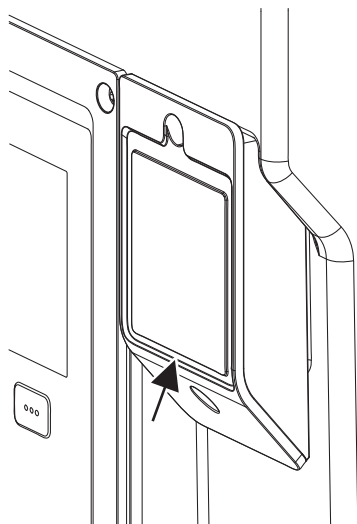

Fig. 27: A Wilo-Smart Connect BT modul burkolata
1. Lazítsa meg a Wilo-Smart Connect modulborítás (Fig. 27) csavarját és nyissa ki a burkolatot.
A kialakítás miatt a Wilo-Smart Connect BT modul csak egy helyzetben dugható be. A modul további rögzítésére nem kerül sor. Az elektronikamodul felső részén található Wilo-Smart Connect modul burkolat (Fig. 27) rögzíti a modult az interfészben.